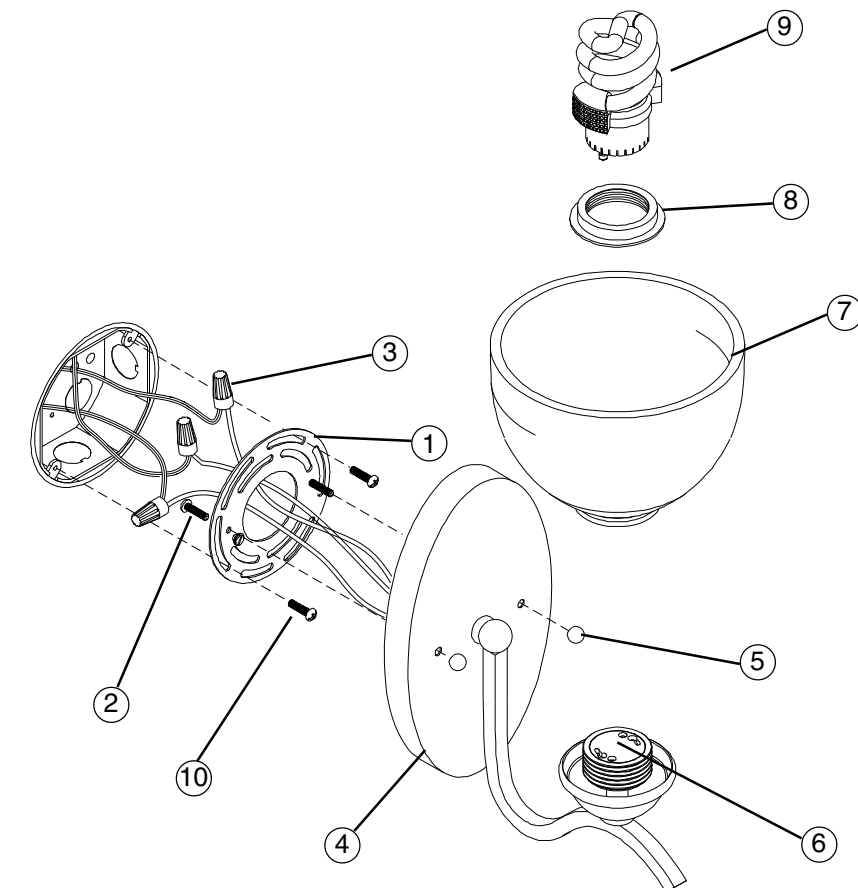

Figure 1
4. With the power turned off, hold the fixture firmly and connect the ground wire from the fixture to the bare copper ground wire from the junction box using a Wirenut (3). *(If house wiring does not include a ground wire, consult your local electrical code for approved grounding methods).* **See Fig. 1.**
5. Use Wirenuts (3) to connect black fixture wire to the black power supply wire and white fixture wire to the white power supply wire. **See Fig. 1.**
7. Position the Backplate (4) over the Screws protruding from the Mounting Plate (1) and secure fixture with Finials (5).
8. To Install Glass Shade (7), unscrew Lock Ring (8) from the Socket (6). Place Glass Shade (7) over the Socket (6) and reinstall the Lock Ring (8). **See Fig. 1.**
4. Con la electricidad apagada, sostenga el luminario firmemente y conecte el alambre verde de tierra del luminario al alambre de cobre descubierto de tierra de la caja de ensambladura usando un Capuchón de Alambres (3). *(Si el alambrado de la casa no incluye un alambre de tierra, consulte su código eléctrico local para los métodos aprobados de hacer tierra).* **Vea. Fig. 1.**
5. Use Capuchones de Alambres (3) para conectar el alambre negro del luminario al alambre negro de suministro de electricidad y el alambre blanco del luminario al alambre blanco de suministro de electricidad. **Vea Fig. 1.**
7. Coloque la Placa Trasera (4) sobre los tornillos que sobresalen de la parte curvada de la Placa de Montaje (1) y asegure el luminario con Finials (5).
8. Para Instalar la Pantallas de Cristal (7), desenrosque el Anillo de Cierre (8) del Enchufe (6). Coloque la Pantalla de Cristal (7) sobre el Enchufe (6) e instale de nuevo el Anillo de Cierre (8). **Vea Fig. 1.**